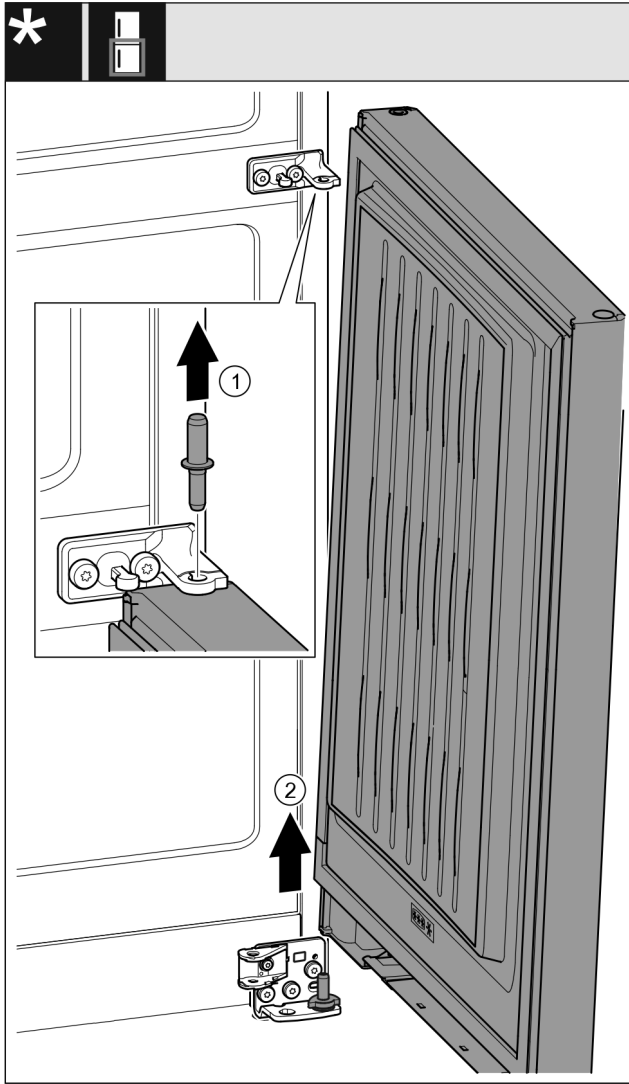

Fig. 29 带减震器*
- ▶ 向上拉出螺栓 Fig. 29 (1)。*
- ▶ 冰箱门 Fig. 29 (2)向外旋转，向上拉出后放在旁边。*